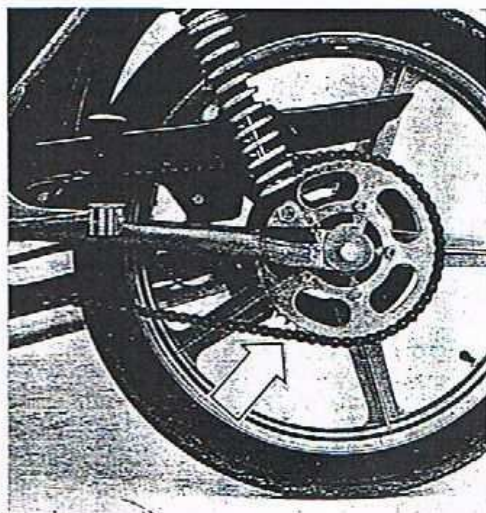

Fig. 10
1. **Chaîne arrière.** Utiliser pour son graissage de l'huile SAE 20 □ dont la viscosité la rend très pénétrante. Pour effectuer cette opération, appuyer la moto de façon que la roue arrière tourne librement et appliquer sur la partie le point indique dans la fig. 10. En cas de forte pluie et de boue, on obtient la meilleure protection en utilisant des graisses synthétiques type BARBATIA 4 (Shell), GRIPPA 40S (Castrol) ou SUPERGRAS 281 (Sopral).
1. **Rear Chain.** For lubrication use SAE 20 □ which is highly penetrating because of its fluidity. To do so, prop the motorcycle so that the rear wheel is off the ground (see fig. 10).